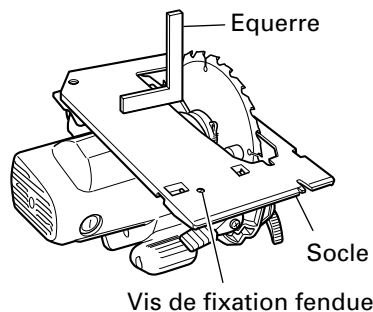

Fig. 22
- (1) Retourner le socle (Fig. 22) et desserrer le levier (A).
- (2) Placer une équerre entre le socle et la lame de scie et déplacer la position du socle en tournant la vis de fixation fendue avec un tournevis à lame plate de façon à obtenir un angle droit.